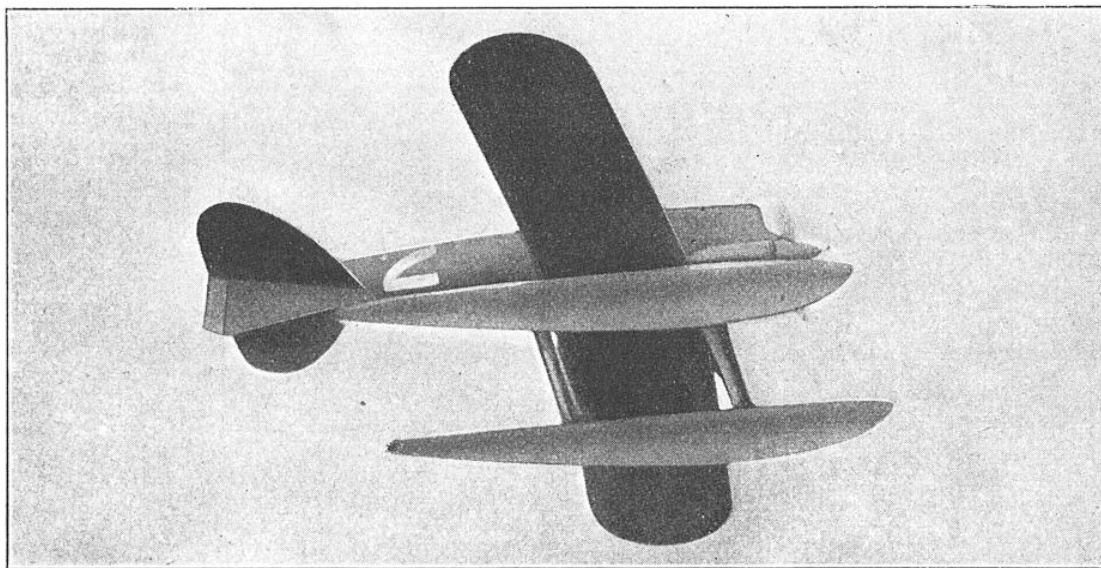
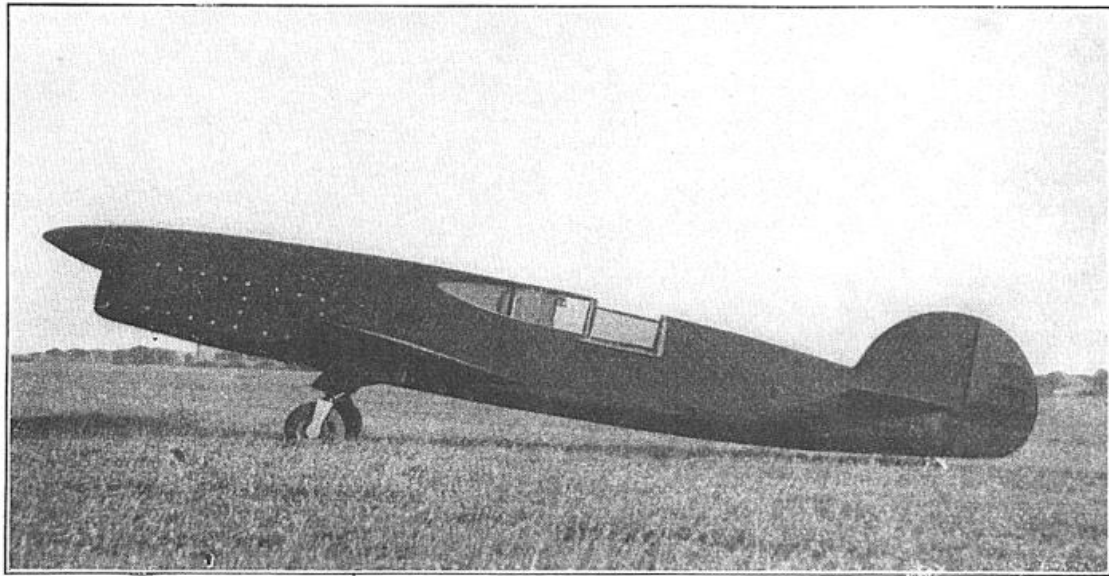

FIG. 5. — A 709,209 KM/H EN HYDRAVION. L'APPAREIL DE L'ITALIEN AGELLO
FIG. 6. — LE « CAUDRON » DE LA COUPE DEUTSCH (443,965 km/h AVEC 8 L DE CYLINDRÉE)
L'avion est encore loin d'égaliser la performance de l'hydravion. Il offre cependant une moins grande résistance à l'avancement, grâce notamment au train d'atterrissage escamotable. La comparaison de l'appareil italien (fig. 5) et de celui qui détient le record de la Coupe Deutsch de la Meurthe (fig. 6) est, à cet égard, démonstrative. Mais, d'une part, faute d'une compétition pour avions analogue à la Coupe Schneider pour hydravions, les Etats n'ont pas engagé les sommes nécessaires à la réalisation d'appareils terrestres ultra-rapides, et, d'autre part, le danger de la prise de contact avec le sol aux grandes vitesses est supérieur à l'amérissage (aucun terrain ne peut se comparer aux plans d'eau du Lido de Venise ou du lac de Garde). C'est la Coupe Deutsch qui, depuis 1933, a permis d'enregistrer les progrès les plus notables : avec le maximum de 8 litres autorisé pour la cylindrée, les 2 000 km du parcours imposé furent franchis, la première année, à 322 km/h ; en 1934, 388,977 km/h ; en 1935, 443,965 km/h. De 165 ch en 1933, le moteur atteignait 390 ch, toujours avec 8 litres. La Coupe Deutsch a mis, en outre, en valeur les améliorations apportées par l'hélice à pas variable — qui permet un décollage (1) plus rapide — la finesse (2) des cellules, les volets d'intrados destinés à réduire la vitesse d'atterrissage (sécurité).